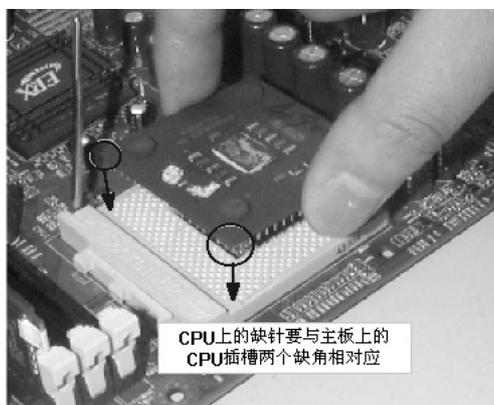

图 2-4 将 CPU 放入 CPU 插槽
- ② 将 CPU 插入到插槽中，此时应注意插槽是有方向性的，插槽上有两个角上各缺一个针孔，这与 CPU 是对应的。认准方向后，将 CPU 插入到插槽中，如图 2-4 所示。